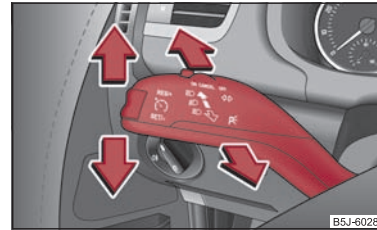

Abb. 40 Der Blinklicht- und Fernlichthebel
- Drücken Sie den Hebel nach oben bzw. nach unten ⇒ Abb. 40.